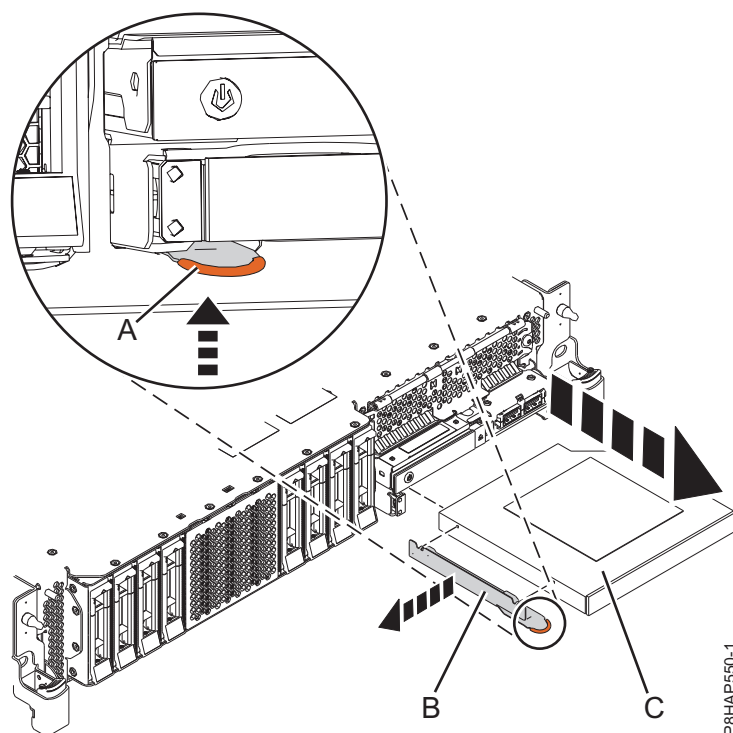
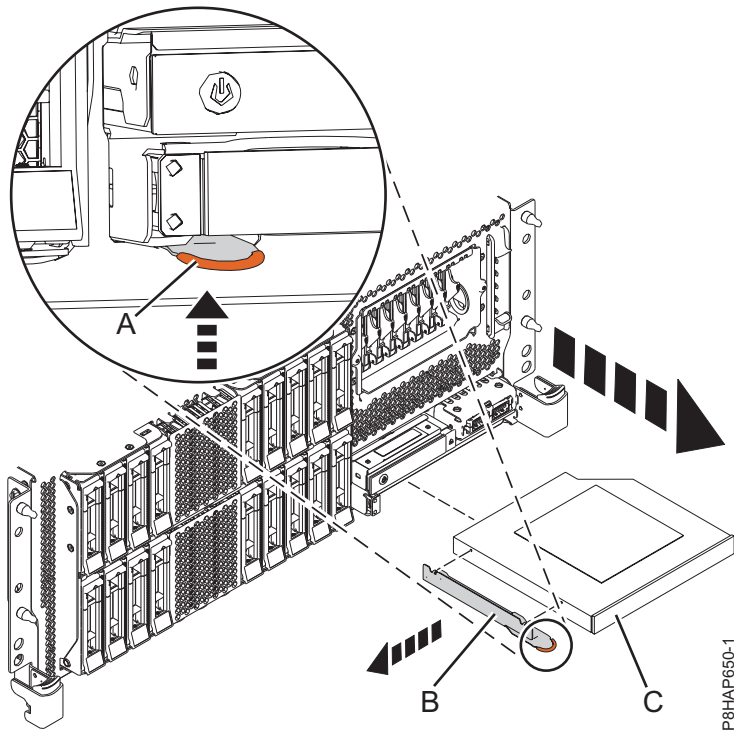
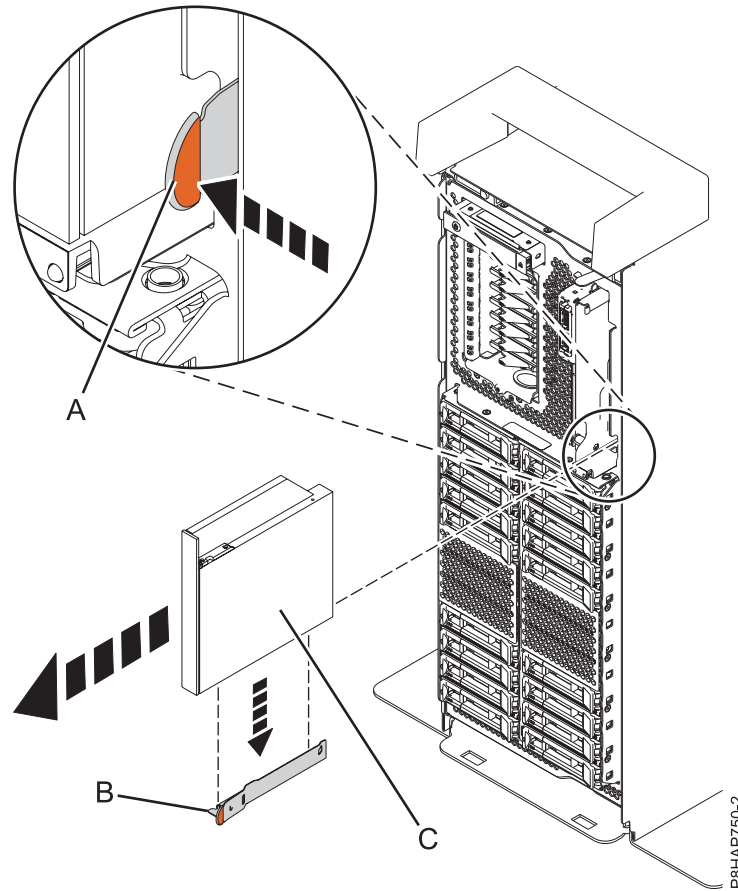

Figure 46. Retrait d'une unité de stockage extra-plate d'un système 5148-21L, 5148-22L, 8247-21L, 8247-22L, 8284-21A, ou 8284-22A
Figure 47. Retrait d'une unité de stockage extra-plate d'un système 8247-42L, 8286-41A ou 8286-42A monté en armoire
Figure 48. Retrait d'un unité de stockage extra-plate d'un système autonome
Pour un système 5148-21L, 5148-22L, 8247-21L, 8247-22L, 8284-21A, ou 8284-22A, voir figure 46, pour un système 8247-42L, 8286-41A ou 8286-42A monté en armoire, voir figure 47, à la page 56, ou pour un système 8286-41A autonome, voir figure 48, à la page 57.
6. Tirez l'unité de stockage extra-plate (C) hors du système, dans le sens indiqué dans figure 46, à la page 55, figure 47, à la page 56 ou figure 48.
8. Si vous retirez l'unité de stockage extra-plate dans le cadre d'une autre procédure de maintenance, ne retirez pas le crochet de fixation (B) de l'unité de stockage extra-plate.
9. Si vous retirez une unité de stockage extra-plate défectueuse et la remplacez par une nouvelle unité de stockage extra-plate, vous devez retirer le crochet de fixation (B) pour l'utiliser avec la nouvelle unité de stockage (média). Retirez le crochet de fixation en tenant le point de contact en terre cuite et en le sortant de l'unité de stockage (média) comme illustré dans figure 46, à la page 55, figure 47, à la page 56 ou figure 48.
10. Conservez le crochet de fixation (B) dans un endroit sûr.